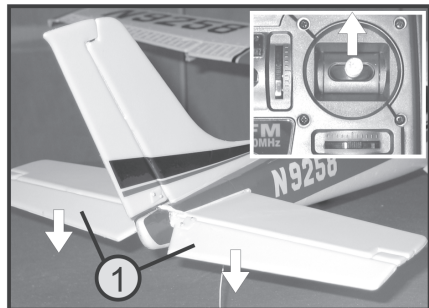

Bild 16c
- Drücken Sie den rechten Steuerknüppel am Sender (siehe Bild 2, Pos. 4) nach oben, muss die Höhenruderklappe (1) ca. 1 cm nach unten ausschlagen, siehe Bild 16c.